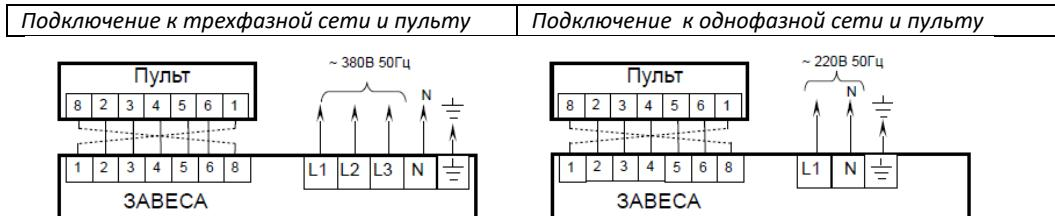

Рис. 3. Схемы подключения завес к электросети и пульту управления
- Подключить сетевой кабель и кабель управления согласно маркировке на клеммных колодках (см. схему подключения завесы к электросети и пульту на рис. 3.) L1 желательно подключить к фазе с напряжением максимально близким к 220 В.